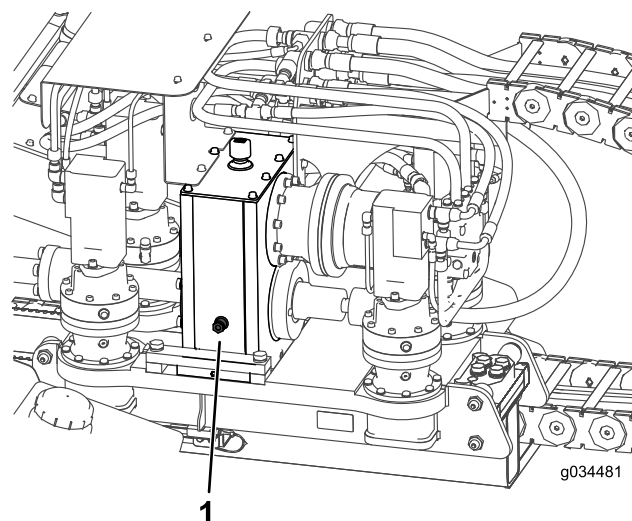

**Bild 106**
2. Prüfen Sie den Ölstand im Schauglas an jedem Planetengetriebe des Druckmotors (Bild 106).
3. Nehmen Sie den Entlüfterdeckel ab und füllen Öl in das Planetengetriebe, bis der Ölstand mindestens die Hälfte des Schauglases bedeckt (**Bild 106**).
2. Prüfen Sie den Ölstand im Schauglas am Getriebe (**Bild 106**).
3. Nehmen Sie den Entlüfterdeckel ab und füllen Öl in das Getriebe, bis der Ölstand mindestens die Hälfte des Schauglases bedeckt (**Bild 106**).
8. Füllen Sie das Getriebe mit Öl, bis der Ölstand mindestens die Hälfte des Schauglases bedeckt (Bild 106).